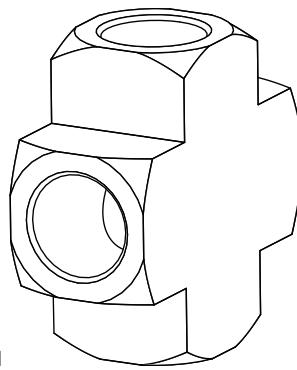

Figura 1
Los colectores de la serie 240 pueden utilizarse con dos cilindros (uno de cada lado) o con múltiples cilindros de cada lado. Todos los sistemas vendrán con un adaptador multipuerto para conectar hasta 3 cilindros por lado. Consulte la Figura 1. Los puertos que no están en uso deben tener un enchufe. Estos enchufes deben estar sellados con cinta de teflón y ajustados con una llave.
6. Instale el adaptador multipuerto (Figura 1) en las conexiones de entrada de ambos lados derecho e izquierdo usando la tornillería suministrada. Todas las conexiones necesitan cinta de teflón ya que es un sellador de rosca y se deben ajustar con una llave.